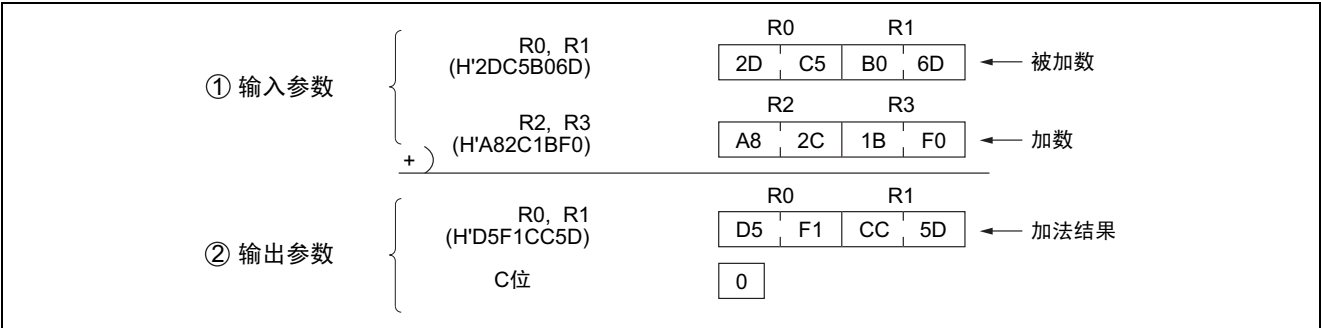

图 13-2 软件 ADD1 的执行例子
- (2) 软件 ADD1 的执行例子如图 13-2 所示。
- 一旦如①设定输入参数，就如②将加法结果设定到 R0、R1。